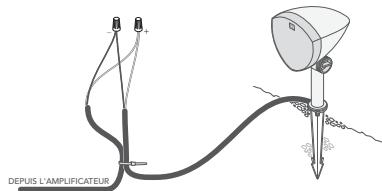

Figure 9
- En commençant par l'enceinte la plus éloignée de l'amplificateur, dénudez 3/4 po d'isolation sur l'extrémité coupée des câbles pleine terre pour le canal d'amplification approprié, conformément aux tableaux ci-dessous, puis dénudez l'isolation des extrémités des câbles de l'enceinte correspondante (voir la Figure 9).
- Connectez le câble pleine terre au câble de l'enceinte à l'aide d'un collier de serrage (voir Figure 9).